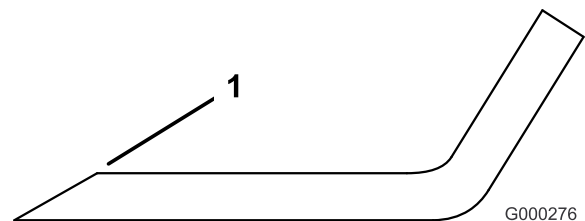

Figura 92
1. Utilice una lima para afilar el filo de corte en ambos extremos de la cuchilla (Figura 92).